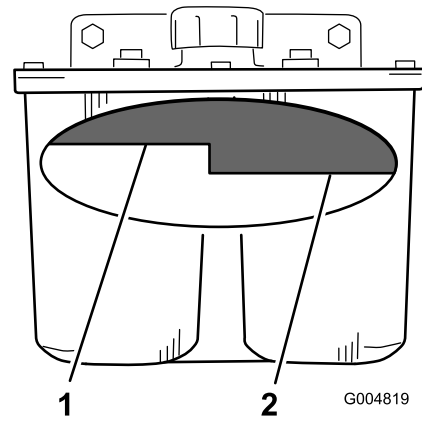

Figure 70
2. Nettoyez la surface autour du goulot de remplissage du réservoir hydraulique (Figure 70).
3. Enlevez le bouchon du goulot de remplissage et vérifiez si le réservoir contient du liquide (Figure 70).
**Remarque:** Lorsque l'huile est chaude, le niveau de liquide doit atteindre le haut du repère "à chaud" sur le déflecteur (Figure 70).